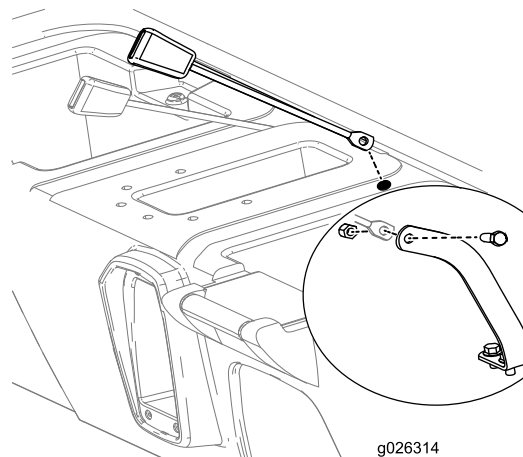

図 10
9. 各シートベルトの受け側をそれぞれのアンカーに取り付ける各々についてボルト 7/16 インチ とナット 7/16 インチ を使用し、 図 10 に示すように取り付ける。
8. 各シートベルトのロックアセンブリの受け側を、座席ベースに開けた穴の1つに通す 図 10。